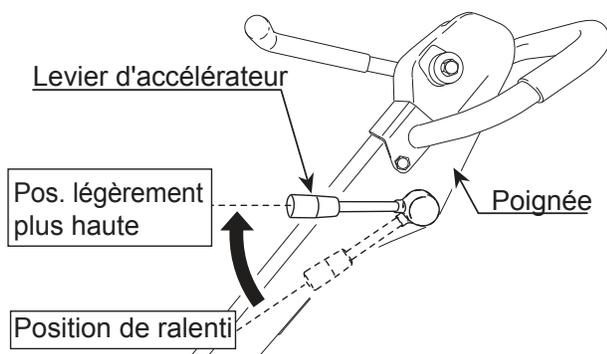

Figure 13. Levier d'accélérateur (position la plus haute)
2. Déplacez le levier d'accélérateur (Figure 13) légèrement plus haut que la position *ralenti*.